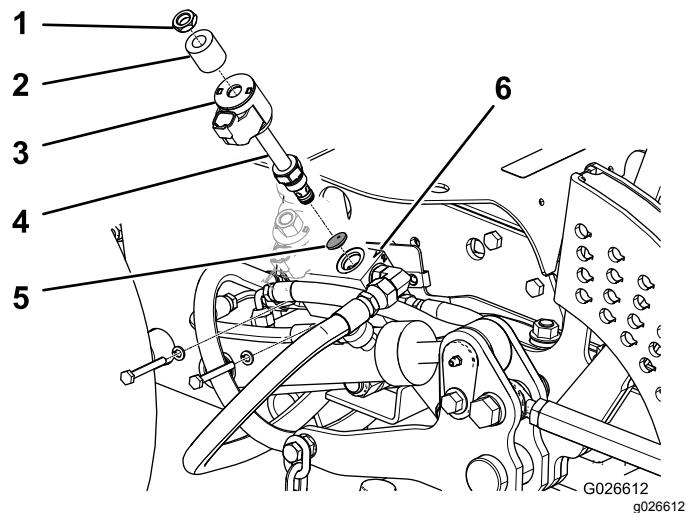

Figura 10
- E. Retire o espaçador, a bobina e a válvula solenoide do coletor da válvula de elevação (Figura 10).
- F. Insira o disco de orifícios na abertura do coletor, posicionando-o de modo que a extremidade angulada fique para dentro (Figura 10).
- H. Instale o conjunto da bobina/espaçador na válvula de solenoide (Figura 10).
- I. Prenda o conjunto de bobina/espaçador à válvula com a porca (Figura 10) e aperte a 7 N·m.